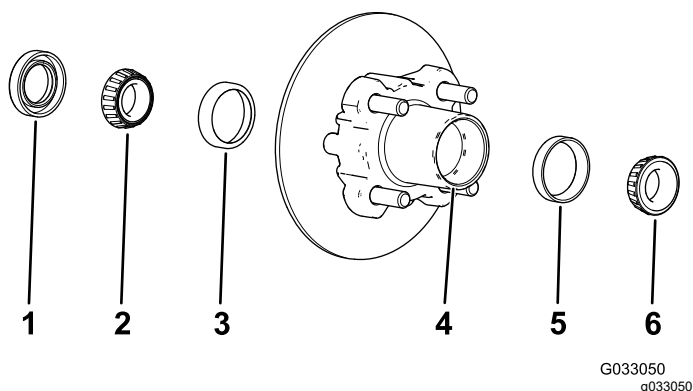

Figure 29
- Déposez le roulement extérieur et la bague de roulement du moyeu (Figure 29).
- Déposez le joint et le roulement intérieur du moyeu (Figure 29).
- Éliminez la graisse, la saleté et les débris déposés à l'intérieur de la cavité du moyeu (Figure 29).
- Remplissez la cavité du moyeu de 50 à 80 % environ avec la graisse spécifiée (Figure 29).
- Assemblez le roulement intérieur sur la bague sur le côté intérieur du moyeu et montez le joint (Figure 29).